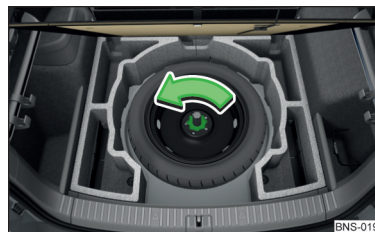

Fig. 342
- Dévissez les écrous dans le sens de la flèche » fig. 342 et retirez la roue.
- Vissez les écrous dans le sens inverse de la flèche jusqu'à la butée » fig. 342.